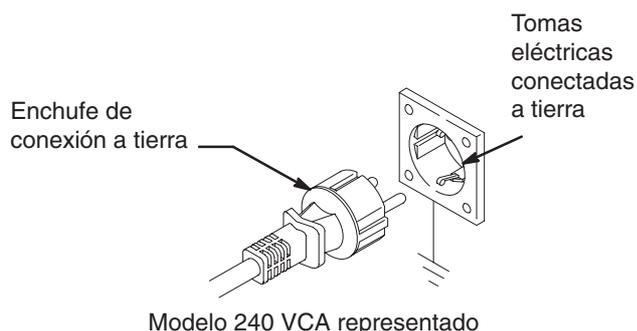

Fig. 2
1. Los modelos del 220–240 VCA requieren un circuito de 50 Hz, 10A, con un receptáculo de conexión a tierra. Los modelos 100–120 VCA requieren un circuito de 50/60 Hz, 15A, con un receptáculo de conexión a tierra. Vea la Fig. 2.